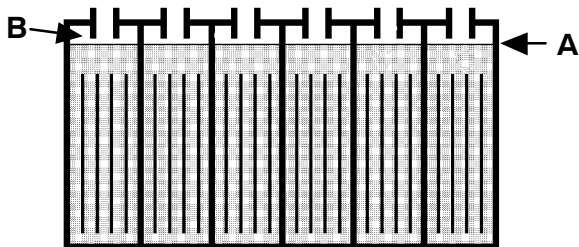

FIG. 19
9. Después de cargar, vuelva a inspeccionar el nivel de fluido de la batería (A) en cada celda de la batería. El nivel debe ser de 1 cm (3/8 pul.) desde el fondo de los tubos de mirilla (B). Agregue agua destilada si requerido. **NO LLENE EN EXCESO** (Figure 19).